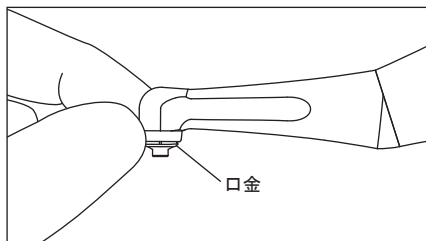

図4
- 5) 停止後、ヘッド部に異常な発熱がないことを直接手で触って確認してください。(図4)